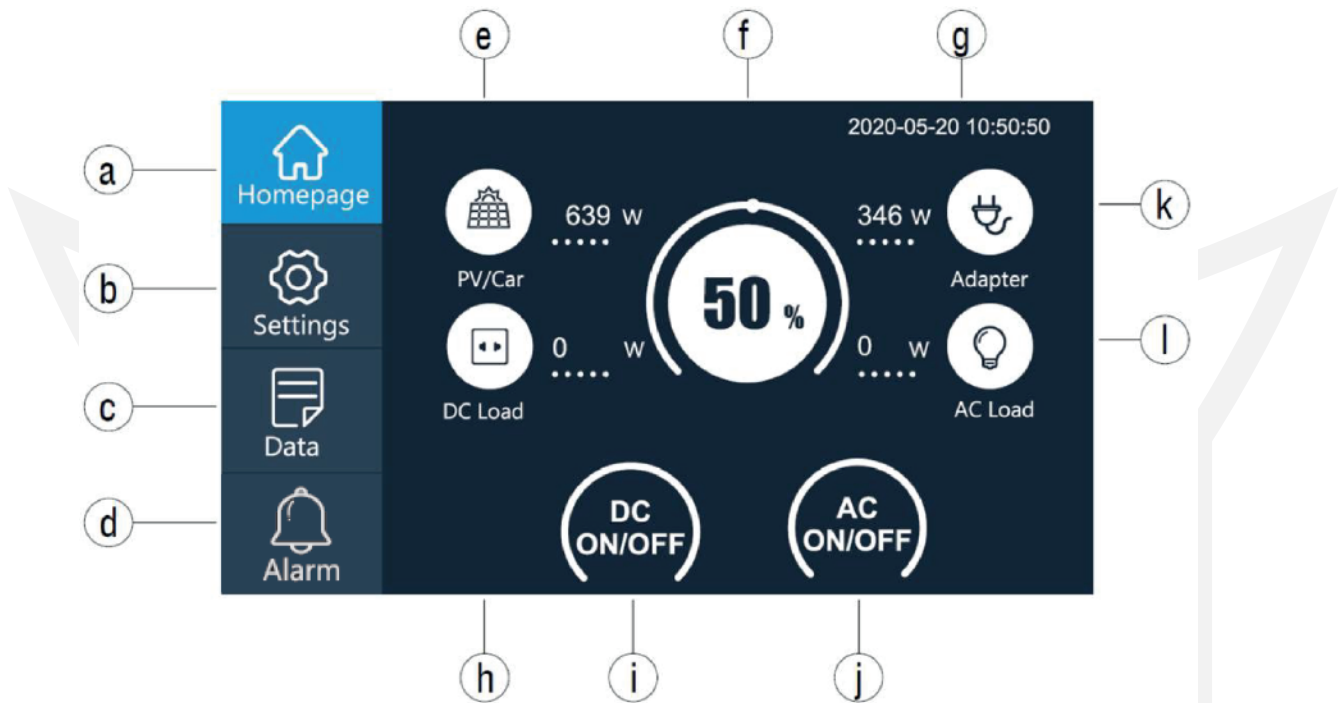

Abbildung 1
- (3) Der DC- und DC-Schalter ist in das interaktive LCD-Display integriert (Abbildung 1). Drücken Sie die Tasten "DC ON / OFF" und "AC ON / OFF" auf dem Bildschirm, um den DC / AC-Ausgang ein- / auszuschalten.
Klicken Sie auf der Hauptseite in der linken Spalte (Abbildung 1) auf die Schaltfläche „Settings“, um in den Einstellungsmodus zu gelangen (Abbildungen 2 und 3):
Klicken Sie auf der Hauptseite in der linken Spalte (Abbildung 1) auf die Schaltfläche „Data“, um Informationen zum Generator anzuzeigen: